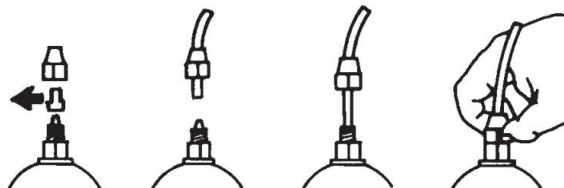

Abb. 7
- e. - Entfernen Sie die Schutzkappen von den beiden Nippeln, schieben Sie die Schläuche über die Anschlüsse, drücken Sie sie ganz fest und befestigen Sie sie anschließend mit den entsprechenden Rohrmuttern. (Abb. 7).